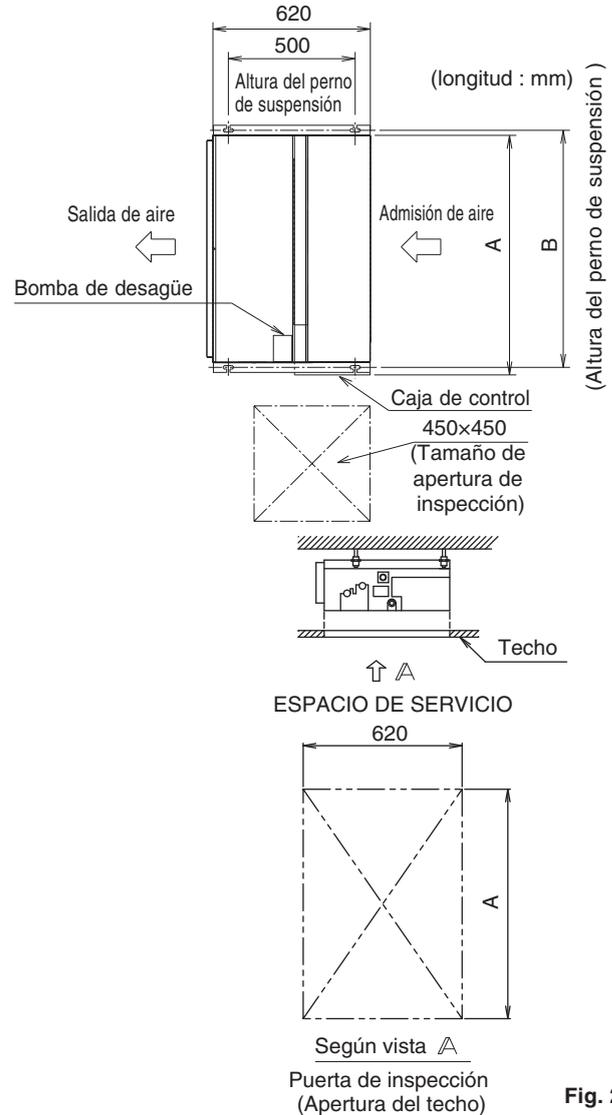

Fig. 2
- (1) Confirme la relación de posición entre la unidad y los pernos de suspensión. (Refiérase a la Fig. 2)**